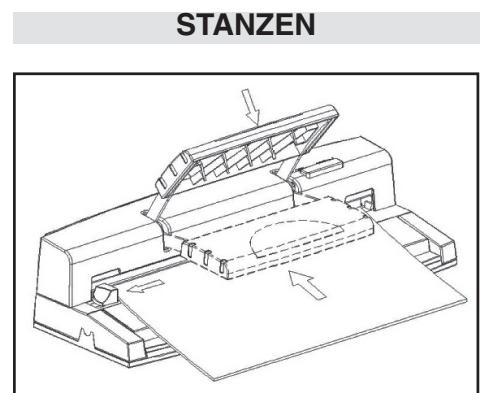

Abb. 4
- Kantenführung auf die gewünschte Papiergröße einstellen (siehe Abbildung 4).